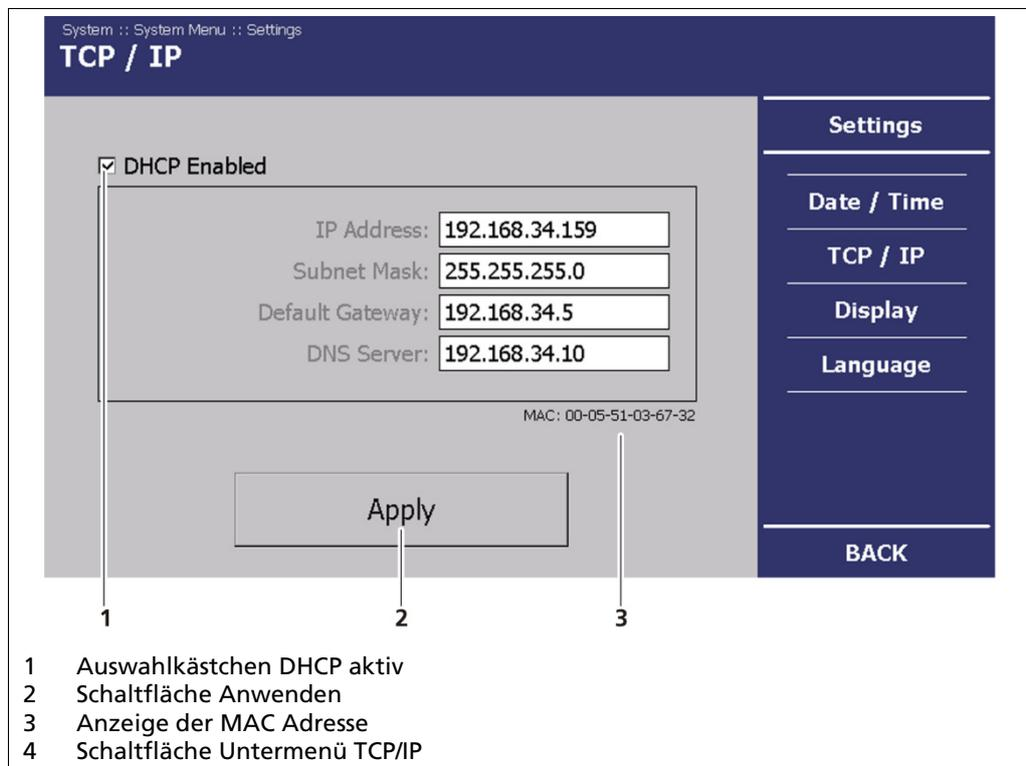

Abb. 27 Systemmenü, Einstellungen – TCP/IP
Auf dieser Seite können Sie ebenfalls die MAC-Adresse des Gerätes ablesen (Abb. 27, Pos. 3).
- ▶ Wenn Sie kein Häkchen bei <DHCP aktiv> gesetzt haben (Abb. 27, Pos. 1), dann prüfen Sie Ihre vorgenommenen Netzwerkeinstellungen!
Klicken Sie im **Systemmenü | Einstellungen** auf **<TCP/IP>** (Abb. 27, Pos. 4), um Änderungen an den Netzwerkeinstellungen vorzunehmen.
Sie können die Netzwerkadresse entweder manuell oder per DHCP einstellen (automatische Zuweisung). Aktivieren Sie hierzu das Häkchen **<DHCP aktiv>** im Auswahlfeld (Abb. 27, Pos. 1).
Klicken Sie auf **<Anwenden>**, um die Änderungen zu übernehmen (Abb. 27, Pos. 2).